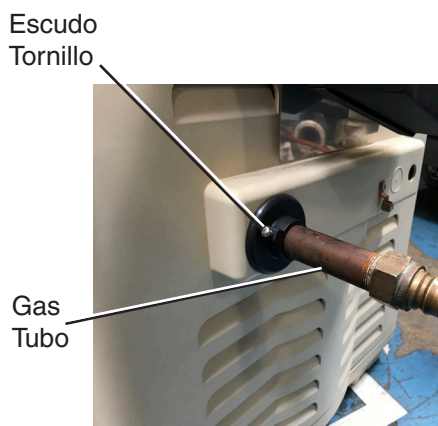

Figura 9. El chapetón está instalado en la tubería de gas y debe cubrir la abertura circular en el panel del calentador.
2. Cuando instale el tubo de 3/4" en la válvula de gas, coloque el escudo del tubo de gas sobre el tubo de modo que el círculo más grande quede hacia el panel de servicio del calentador y el círculo más pequeño con el tornillo hacia afuera para el panel de servicio del calentador (hacia la unión) como se muestra en la **Figura 9**.